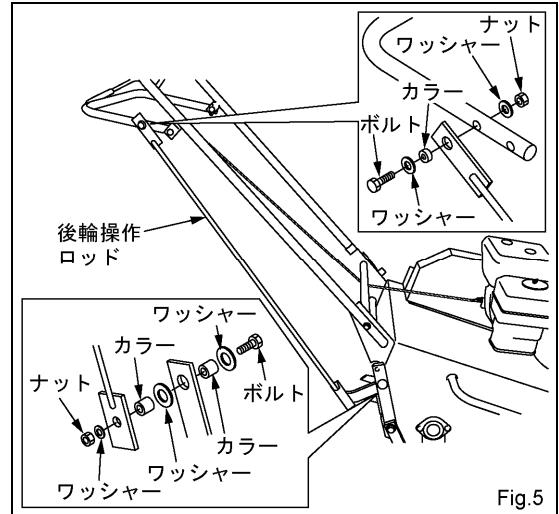

Fig.5
(3) 後輪操作ロッドを後輪操作レバー及び本体側レバーに取り付けます。(Fig.5)